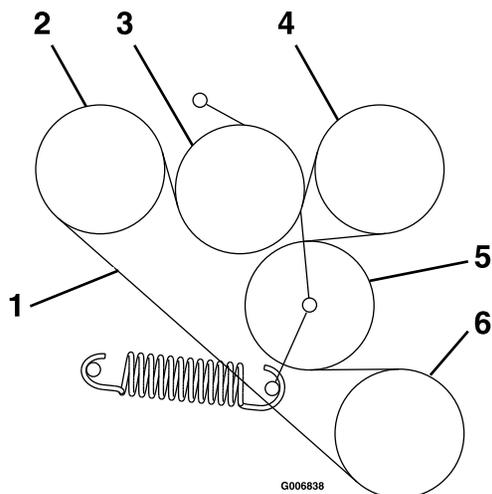

Figura 61
6. Encaminhe a nova correia para as polias como se mostra no autocolante localizado na parte de trás do resguardo da unidade esquerda (Figura 61).